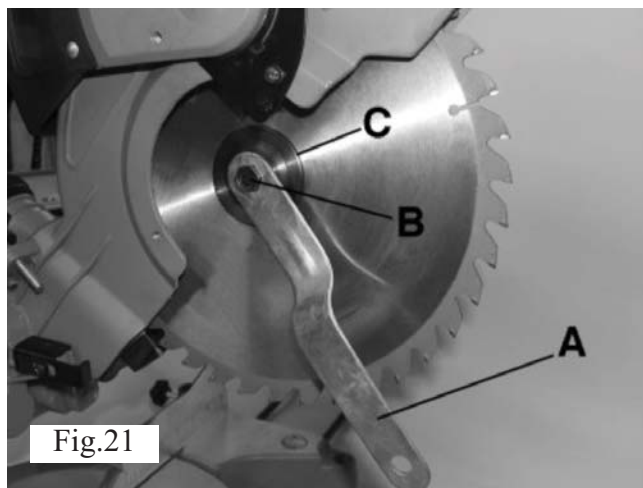

Fig.21
7. Brug den medfølgende klingenøgle (A) på fig. 21 til at fjerne klingeboltens (B), og drej den med uret, da klingeboltens har et venstreskåret gevind.